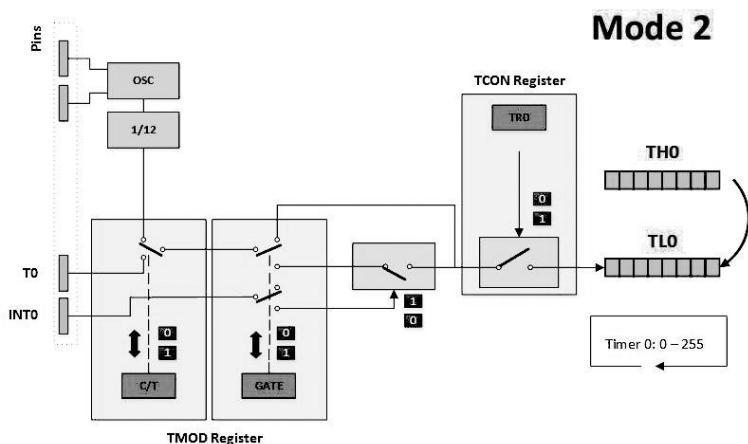

Figura 11.18: Timer0: Modo 2
- \* Permite valores de 00 a FFH a ser cargados en TH0 (Figura 11.18). Recarga automática